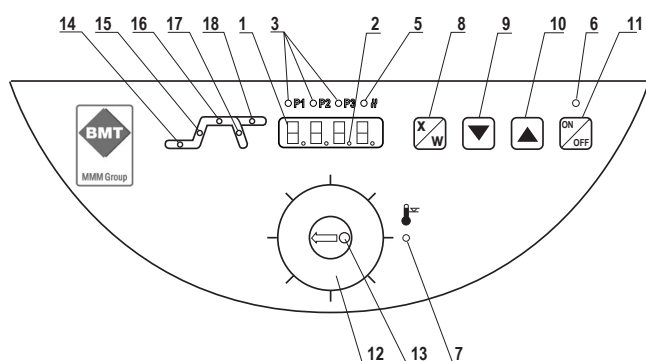

Рис. 4
**Любые операции сборки и разборки частей аппарата можно выполнять только при отсоединении аппарата от электросети (у однофазных аппаратов нужно вынуть присоединительный шнур из розетки)! При выключении выключателем (кнопка 11, рис. 4) аппарат устанавливается только в состояние готовности (дежурный режим), но не отключен от электросети!**
3. По истечении установленного интервала времени выключается обогрев, включается контрольный индикатор 17, аппарат начинает охлаждаться (фаза с), а на дисплее чередуются показания действительного значения температуры в камере и надпись „end“. Функция всех кнопок, кроме выключателя (кнопка 11, рис. 4), заблокирована. Блокировка отменяется при открытии двери или воздушной
2. Нажмите кнопку  – контрольные индикаторы 15, 16 (рис. 4) начнут мигать.